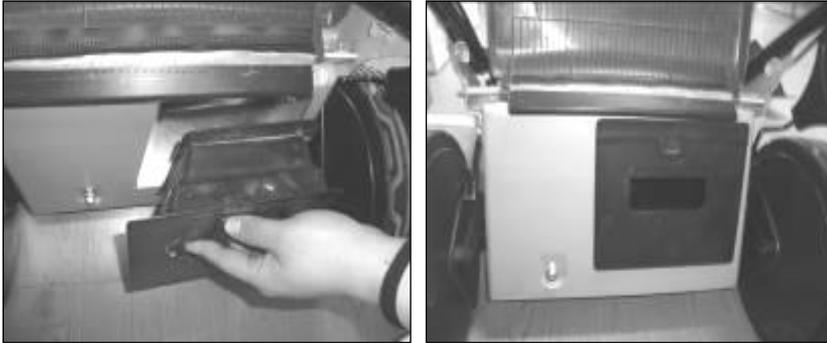

Fig. 6A Fig. 6B
2. Rembourré pousser le coin intérieur du couvercle. Wedge verrouillage rembourré avec le bouton sur l'ouverture du couvercle. (Figure 6A / 6B)